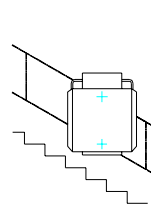

Fig. 4.1
6. Une fois la personne évacuée, appuyez avec force sur les bras de protection. **La plate-forme se relèvera quand les bras s'abaisseront (voir la Fig. 4.1). La plate-forme doit maintenant être verrouillée sur le chariot avec le cadenas.**